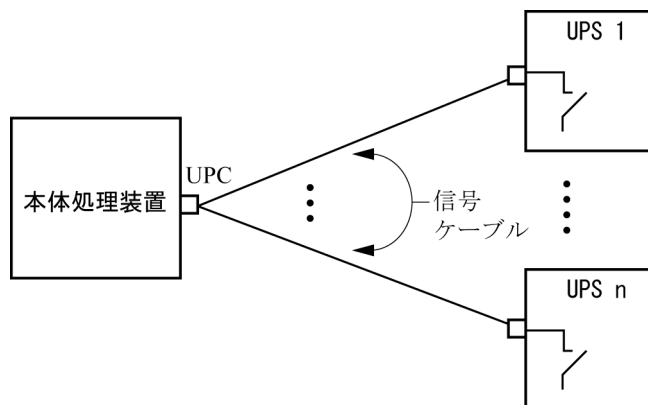

図 8 UPS と本体処理装置との信号ケーブルの接続
- 1 台の本体処理装置に複数台の UPS を接続する場合（図 8 参照）